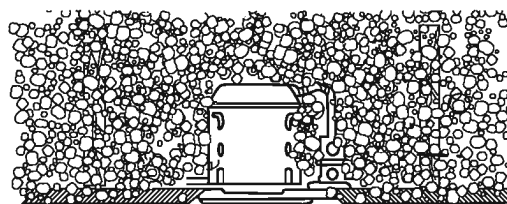

Fig. 1
- L'isolant peut entrer en contact avec le boîtier (Fig. 1).